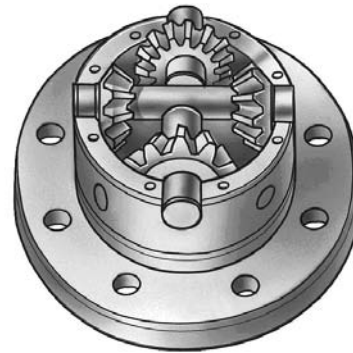

Рис. 1. Випресовування зовнішнього кільця підшипника диференціала
5. Встановіть роз'ємну хрестовину (рис. 1) з сателітами в ліву коробку сателітів.